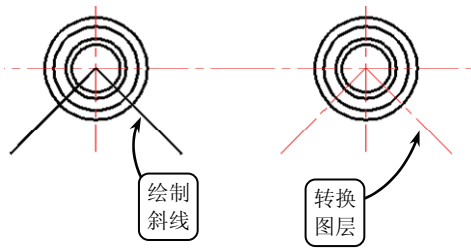

图 3-41 绘制斜线并转换图层
⑯ 单击【直线】按钮，选取点 G 为起点，分别输入相对坐标 ($@100<-45$) 和 ($@100<-135$) 确定两个终点，绘制两条斜线。然后将这两条斜线转换为【轮廓线】图层，效果如图 3-41 所示。
⑰ 单击【偏移】按钮，将左侧斜线向下分别偏移 7.5、12.5 和 32，将右侧斜线向下分